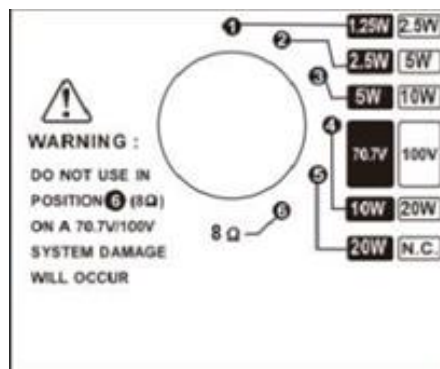

Рисунок 2
7.5 За допомогою перемикача вибрати потрібну потужність (рисунок 2)